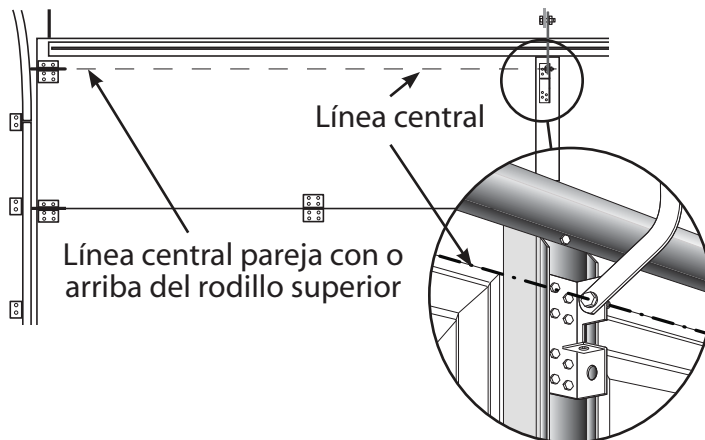

FIG. 2-7 Montaje del soporte de la puerta
- El soporte de la puerta está montado en la puerta tan alto como sea posible a lo largo de la línea central vertical y NO MÁS BAJO que el juego de rodillos superior (Fig. 2-7).